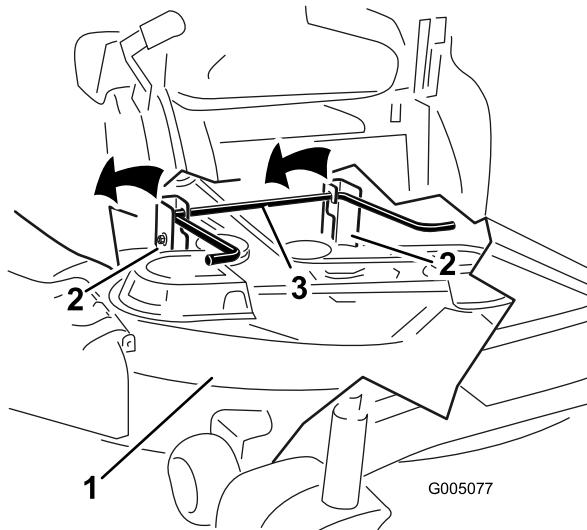

Figure 53
5. Soulevez et enlevez le plateau de coupe et les supports de la tige de levage arrière et abaissez la tondeuse au sol avec précaution (Figure 53).
5. Soulevez l'arrière du plateau de coupe et guidez les supports sur la tige de levage arrière (Figure 53).